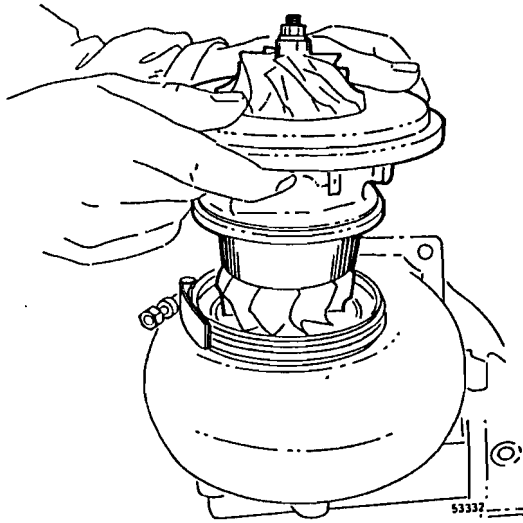

Fig. 252
- 3 Quitar el tornillo de la abrazadera y sacar la caja de cojinetes, véase la fig. 252.